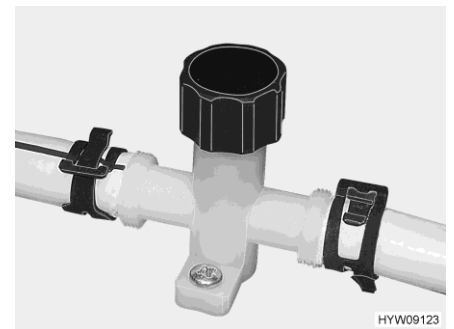

Fig. 90 Llave de desagüe (tubería de agua)
- Cerrar las llaves de desagüe. Para ello, girar el capuchón de la llave de desagüe (Fig. 90) en sentido de las agujas del reloj.